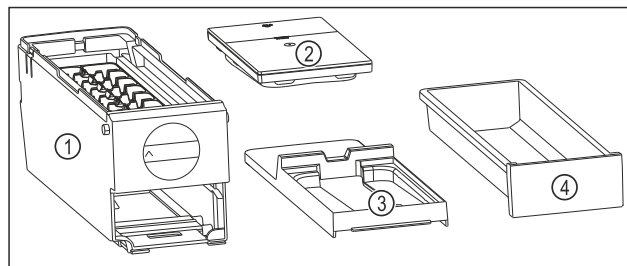

Fig. 147 EasyTwist-Ice'i koostisosad
- EasyTwist-Ice on neljaks osaks lahti võetud. (vt. Fig. 147)
- Osandage EasyTwist-Ice ainult kujutatud koostisosadeks. (vt. Fig. 147)
- Puhastage EasyTwist-Ice'i korpust Fig. 147 (1) tervikuna.